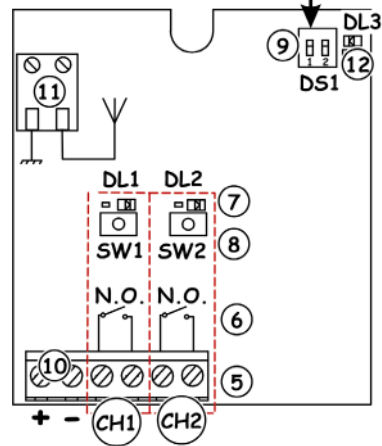

Fig. 1
4. Presione 1 segundo el pulsador del receptor (Fig.1 ref. ⑧), correspondiente al canal al que se quiere asociar el radiomando.
5. El diodo correspondiente en el receptor (Fig.1 ref. ⑦) empieza a destellar lentamente durante 5 seg.
7. El diodo de la tarjeta (Fig.1 ref. ⑦) se encenderá con luz fija durante 1 segundo y seguidamente se apagará, lo que indica que la memorización se ha llevado a cabo.